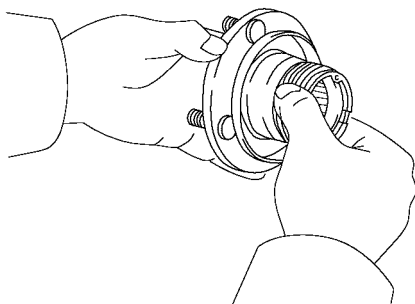

图 12-38 把车速表驱动齿轮装到结合法兰上
(16) 将车速表驱动齿轮装到结合法兰上, 如图 12-38 所示。
(17) 安装结合法兰。